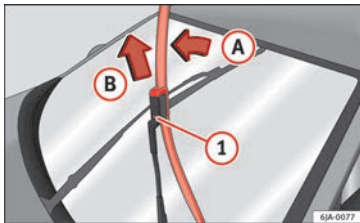

Fig. 69 Las escobillas de los limpiaparabrisas.
- Retire el brazo del limpiaparabrisas desde el cristal moviendo ligeramente la escobilla en el sentido del brazo – flecha A » fig. 69.
- Con la otra mano desbloquee el seguro ① y saque la escobilla en el sentido de la flecha B.